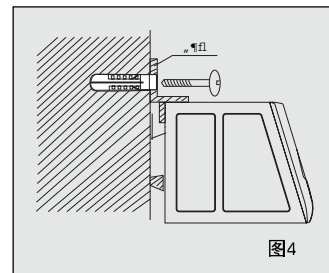

图4
- 2、把止动板紧压机壳顶面，带孔面靠墙对准上排的2个膨胀管孔，旋入木螺钉拧紧，如图4所示。